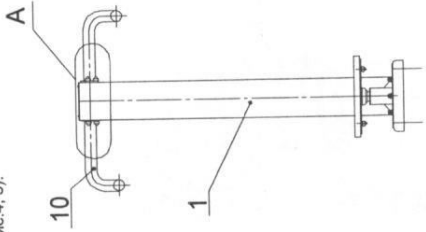

Рис.4
12.3.9. Произвести сборку тренажера (рис.4; 5):